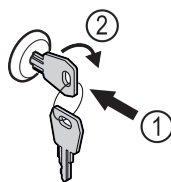

Fig. 178
- ▶ Dugja be a kulcsot. Fig. 178 (1)
- ▶ Forgassa el a kulcsot 90°-kal az óramutató járásával megegyező irányba. Fig. 178 (2)